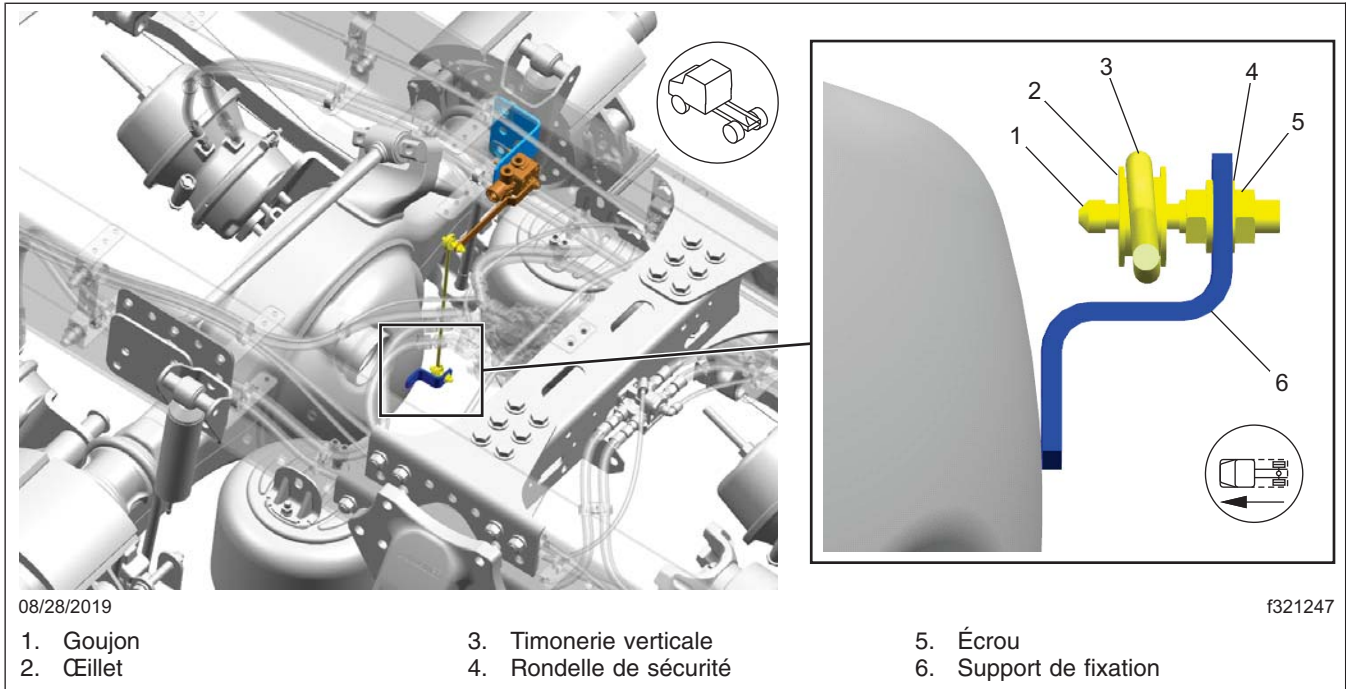

Fig. 3, Branchement de la timonerie verticale à l'agrafe inférieure sur l'essieu
16. Branchez la timonerie verticale à l'agrafe inférieure du carter de pont, comme illustré à la **figure 3**.